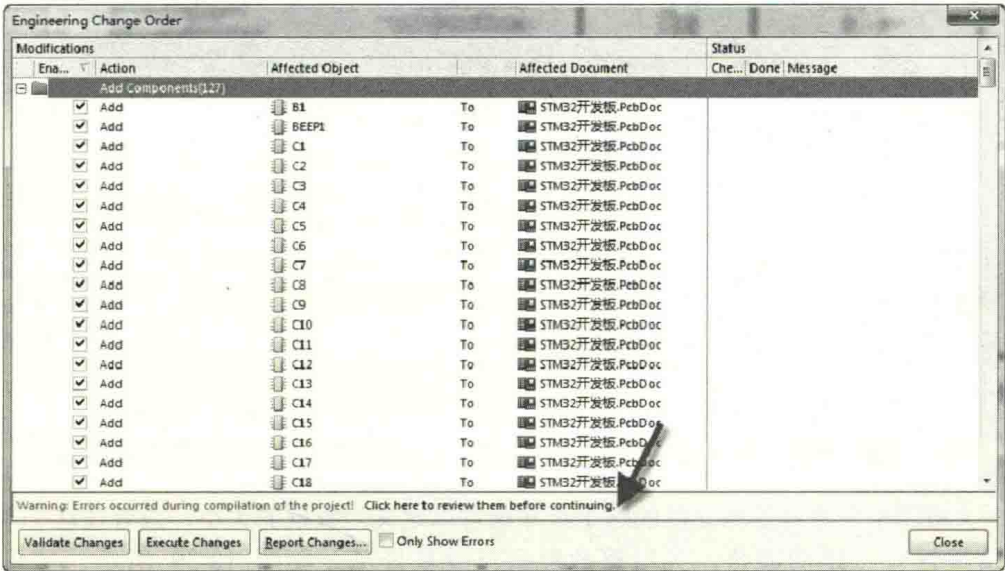

图 12-36 编译错误警告
(1) 在原理图编辑界面中，执行菜单命令“Design-Update PCB Document STM32 开发板.PcbDoc”，进入更新变更列表。
(2) 在执行更新时，工程一般会进行编译，如果存在问题的话，会以红色的字体进行警告“Warning: Errors occurred during compilation of the project”，如图 12-36 所示。按照提示单击进去查看，并更正后再来执行，如果确认没问题就忽略，单击“Execute Changes”按钮，执行变更。